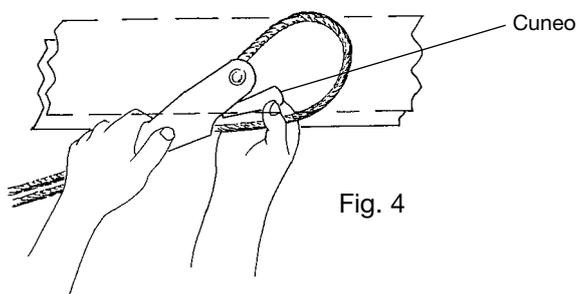
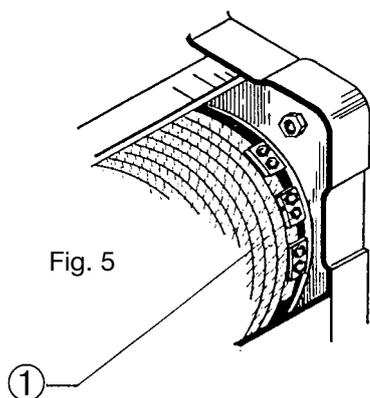

Fig. 4
Fig. 5
Per lo smontaggio della fune: sfilare il cuneo capofisso (Fig. 4), quindi togliere il capo della fune dalla staffa e sfilare la fune dalle pulegge bozzello ed eventuale rinvio. Svolgere completamente la fune dal tamburo premendo il pulsante “discesa” della pulsantiera di comando, fino all'estremità del tamburo. Allentare le viti di fissaggio morsetti della fune (Fig. 5).
Montaggio fune nuova: infilare la fune all'ultimo morsetto di fissaggio facendo uscire di circa 40 mm il capo della fune; stringere le viti del morsetto (Fig. 5 - pos. 1) serrando la fune fino allo schiacciamento della stessa e fissare gli altri morsetti.